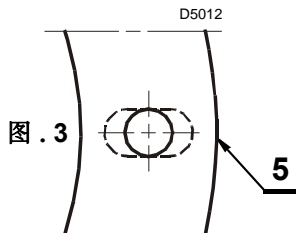

图 . 3
鋅 t 必要时, 扩大隔热衬垫孔 (5), (参见图 3).